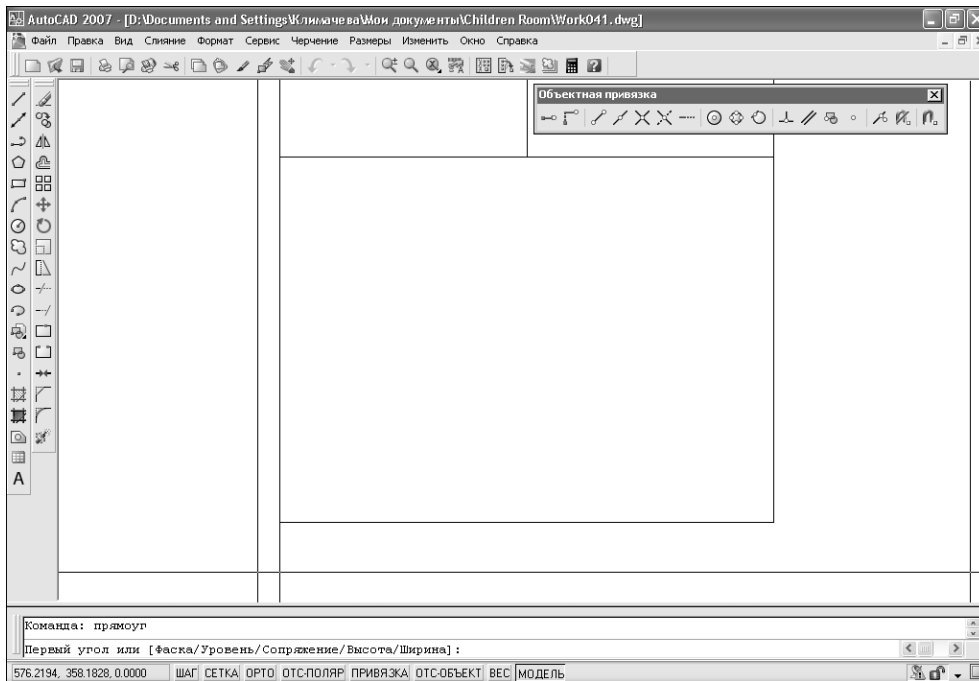

Рис. 4.42 ▼ Панель инструментов **Объектная привязка** (Object Snap) в окне AutoCAD
7. Щелкните *правой* кнопкой мыши на любой панели инструментов, найдите в открывшемся списке панелей пункт **Объектная привязка** (Object Snap) и щелкните на нем. На экране появится плавающая панель **Объектная привязка** (Object Snap) с кнопками инструментов, которые предназначены для включения режимов объектной привязки (рис. 4.42). Панель после появления ее на экране будет плавающей. Можете переместить ее в свободное место рабочей области (например, как показано на рис. 4.42), или пристыковать ее рядом с другими панелями инструментов (например, правее панели **Standard**).